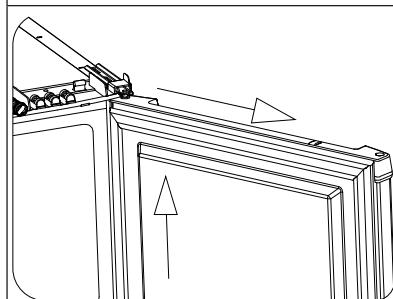
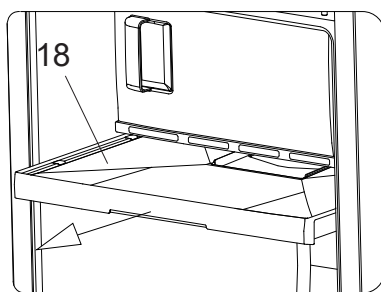

Рисунок 5
Рисунок 11
4. Снимите нижнюю дверь с оси среднего кронштейна. Для этого приподнимите и потяните ее на себя вместе с верхней петлей 4 (см. рис. 5).
1. После снятия двери (см. рисунок 5 и 8), движением на себя уберите поддон 18 (см. рисунок 11).